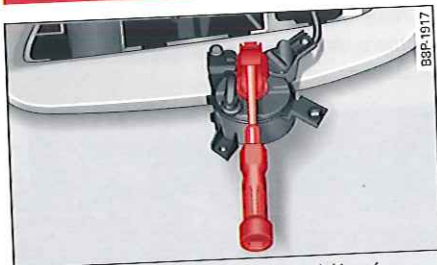

Fig. 229 Boîtier du phare antibrouillard déposé
- ▶ Débranchez le connecteur électrique ⇒ fig. 229.